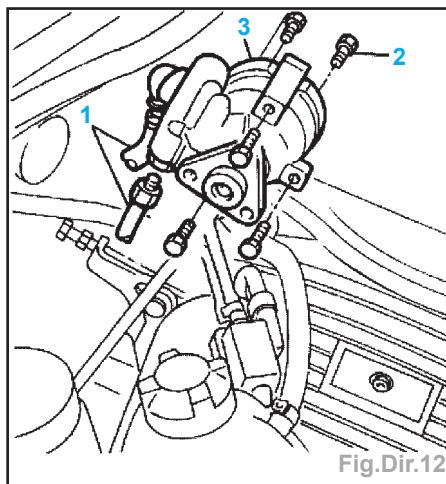

Fig.Dir.12
- Déconnecter les deux tuyaux d'arrivée / retour d'huile (1) de la pompe de direction assistée (Fig.Dir.12).
- Déposer les vis (2) fixant le pompe de direction assistée.
- Enlever la pompe de direction assistée (3).